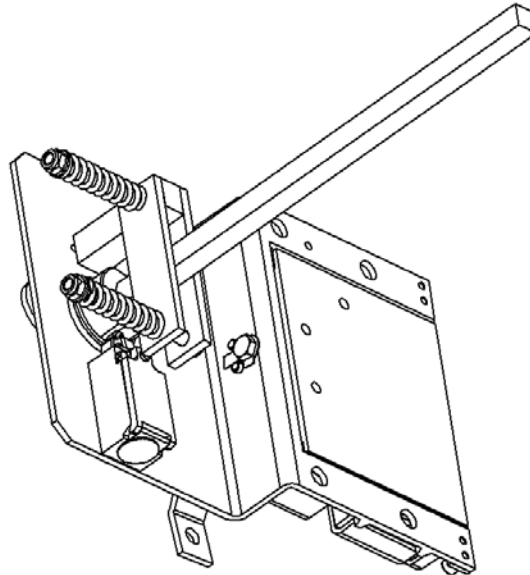

Figura 19: Disposición final del contacto OMRON
Las timonerías T25 v2 y T-25 UD dan la opción de colocación del contacto de seguridad en la posición más idónea para el instalador. Este se puede colocar en la parte superior o en la parte inferior del soporte inferior (1) ya que esta pieza dispone de agujeros para ello. Hay que tener en cuenta que si la timonería dispone de sistema tensor (Ver Figura 19) el contacto (28) y el sistema tensor pueden ir montados conjuntamente, colocados según la preferencia del instalador uno en la posición inferior y otro en la superior.